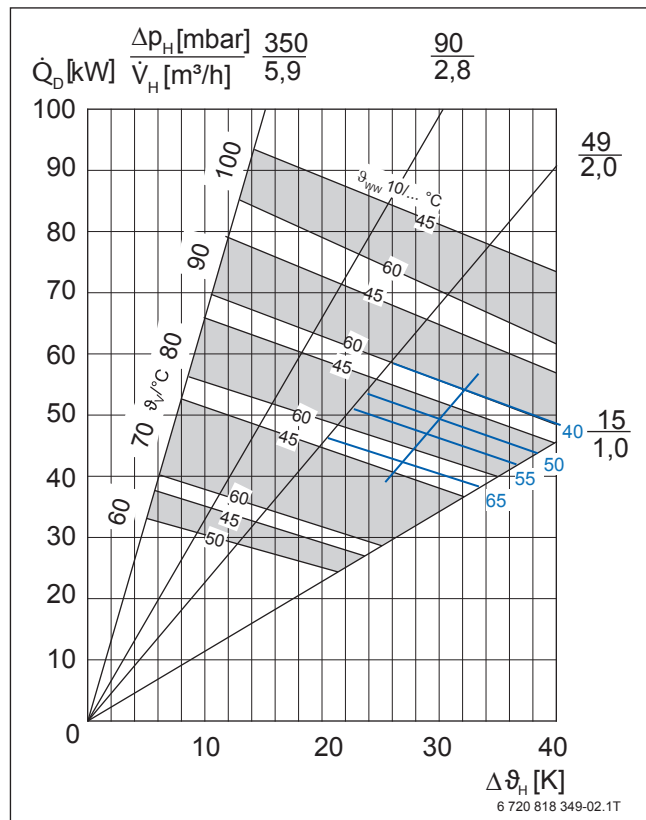

Bild 40 Dauerleistungsdiagramm für Logalux SU500.5 mit Hilfslinien für zusätzliche Warmwasser-Austrittstemperaturen; Beispiel blau hervorgehoben
- Warmwasser-Austrittstemperatur (→ Bild 40, Seite 56)
- Abstand zwischen 45 °C- und 60 °C-Kurve in 3 gleiche Abschnitte (Beispiel → Bild 40, Punkte für 50 °C und 55 °C)
- Hilfslinie parallel zu den Begrenzungskurven des Feldes ziehen (→ Bild 40, 50 °C- und 55 °C-Kurve)
- Verschieben einer Hilfslinie außerhalb des Feldes im Abstand von 5 °C (→ Bild 40, 40 °C- und 65 °C-Kurve)
Für Warmwasser-Austrittstemperaturen von 40 °C ... 65 °C kann der Speicher über das Dauerleistungsdiagramm ausgelegt werden. In diesem Temperaturbereich lassen sich Warmwasser-Leistungsdaten für andere Austrittstemperaturen als 45 °C oder 65 °C über Extrapolation oder Interpolation ermitteln (→ Bild 40, Seite 56).